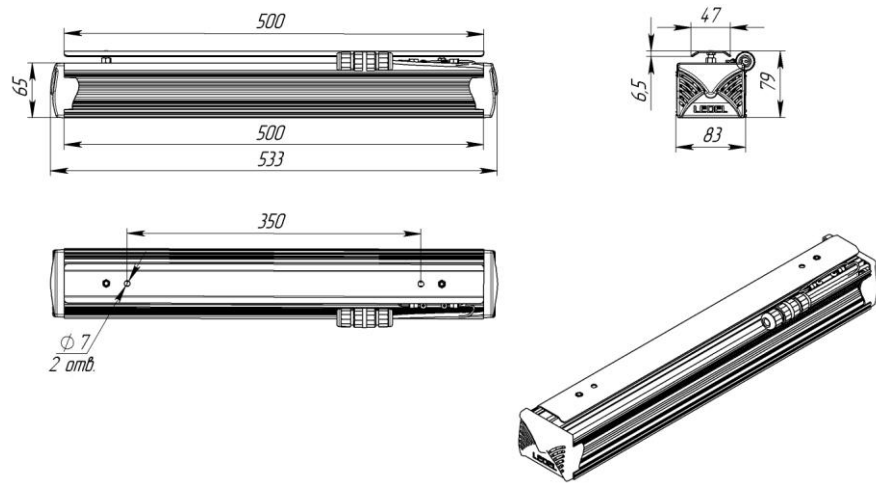

Рисунок 3 Светильник «CC-28». Задвижной вариант
1.11 Возможно применение системы управления освещением по протоколу ZigBee кроме светильников с задвижным вариантом крепления (Рис.3).